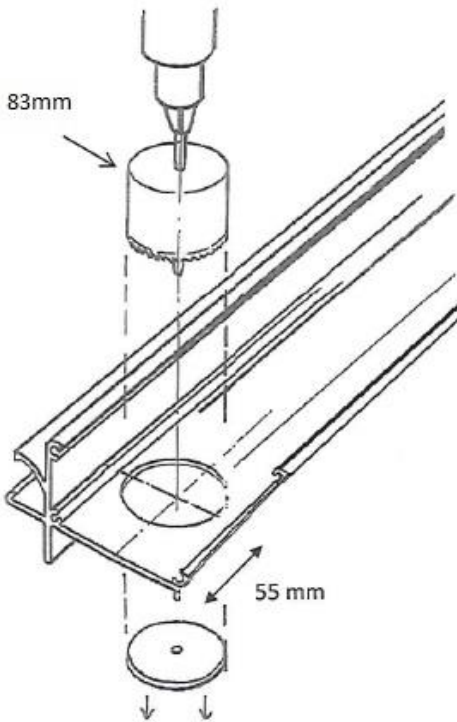

Abb. 5
- 1.9 Bestimmen Sie wo der Wasserablauf hinkommen soll, rechts oder links direkt über dem Pfosten/Ständer. Abb.: 5
- 1.10 Bohren Sie die Öffnung für den Wasserablauf mit dem mitgelieferten Lochbohrer 83mm. Abb.: 5